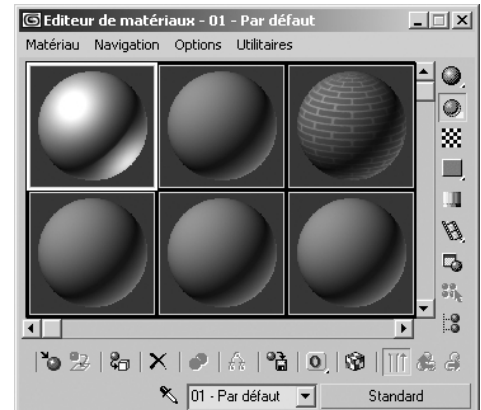

Fig.9.8
- 1 Dans le menu **Rendu** sélectionner l'option **Editeur de matériaux** ou taper la lettre **M** au clavier (fig.9.8).